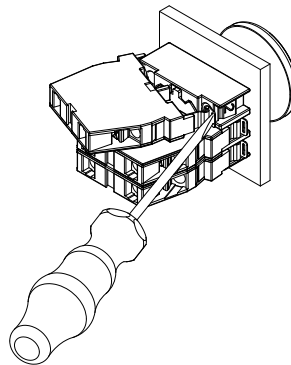
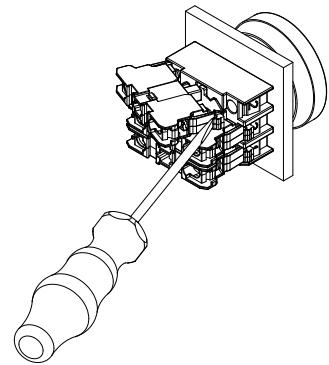

Fig. 8
Fig. 9
1. Smontare gli elementi di contatto EF con l'ausilio di un cacciavite a testa piatta di taglia 2 (vedi Fig. 8). Smontare gli elementi di contatto RF con l'ausilio di un cacciavite a testa piatta con una larghezza raccomandata di 5,5 mm (vedi Fig. 9).